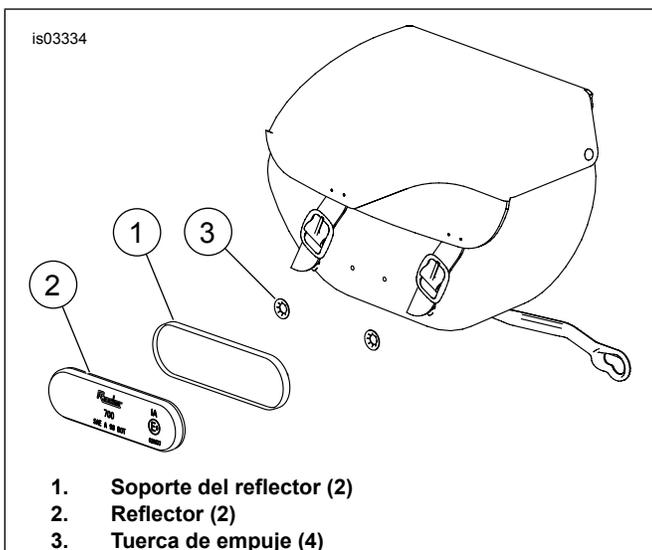

Figura 6. Instalación de los reflectores
1. Vea Figura 6. Coloque el soporte del reflector (1) en el centro de la alforja.